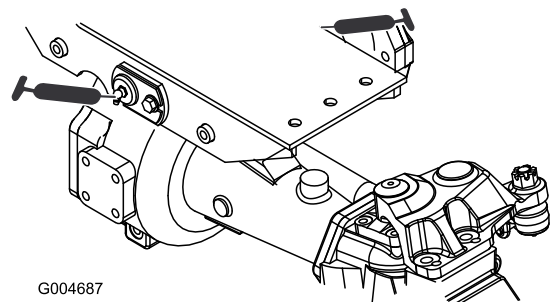

Bild 39
- Zwei Drehbüchsen an der Vorder- und Hinterachse (**Bild 39**)